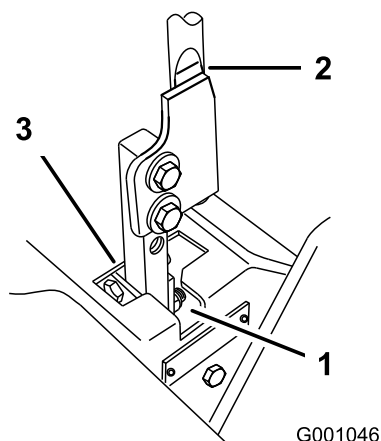

Figura 54
5. Mueva la palanca a la posición de punto muerto, pero no bloqueada (Figura 54).
6. Tire hacia atrás de la palanca hasta que el pasador (en el brazo debajo del eje pivotante) entre en contacto con el extremo de la ranura (empezando justo a tensar el muelle) (Figura 54).
7. Compruebe la posición de la palanca de control con relación a la muesca de la consola (Figura 54). Debe estar centrada para que la palanca pueda girar hacia fuera a la posición de bloqueo/punto muerto.